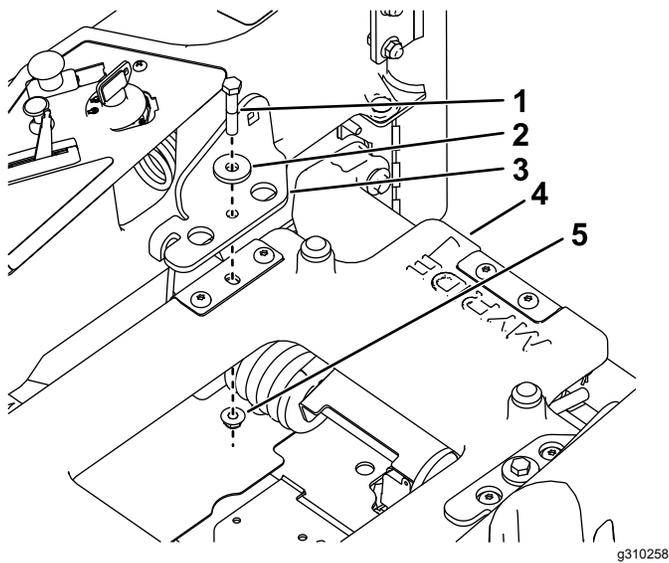

図 7
- シートベルトブラケットをシートプラットフォームに取り付ける部分ねじボルト $\frac{3}{8}$  x 2" 2本、小さいワッシャ 2枚、ロックナット $\frac{3}{8}$ " 2個を使用して図 7 のように取り付ける。